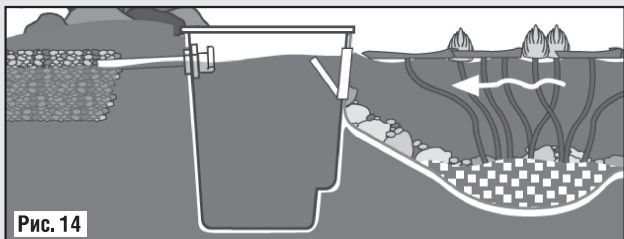

Рис. 14
- Вырыть траншею для вывода участка гибкой ПВХ трубы из задней части соответствующей перегородки. Траншея должна располагаться как минимум на расстоянии 152,4 см от скиммера и иметь уклон от пруда (см. Рис. 14).